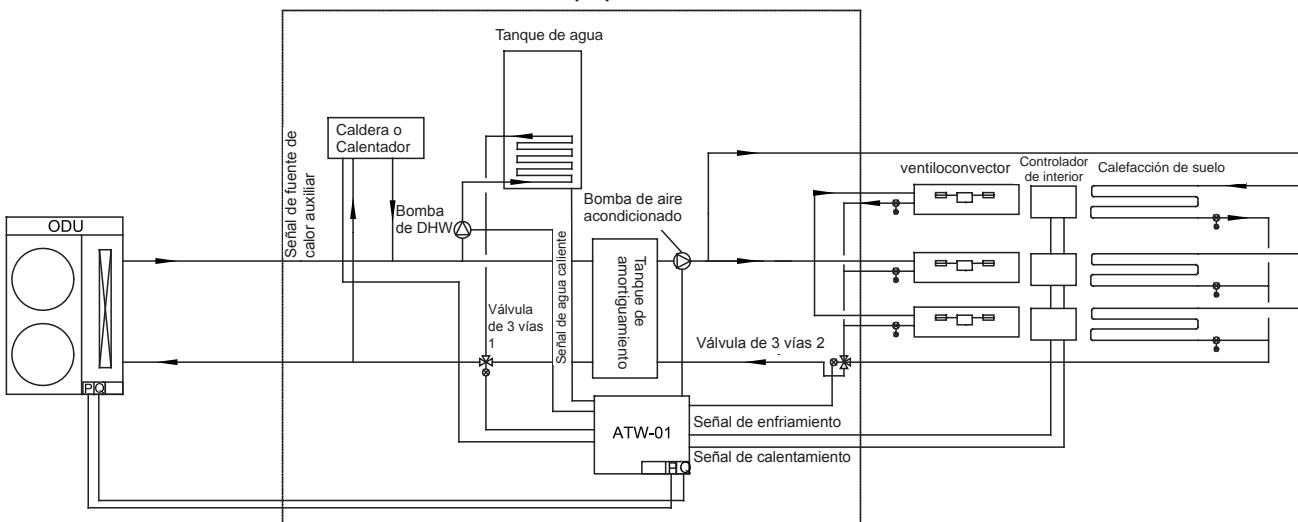

Figura.4 DHW controlado por el controlador del usuario
- El usuario ajusta encendido/ apagado a CN22 cuando se configura el BM1-1 del PCB exterior en Encendido (Figura.4).